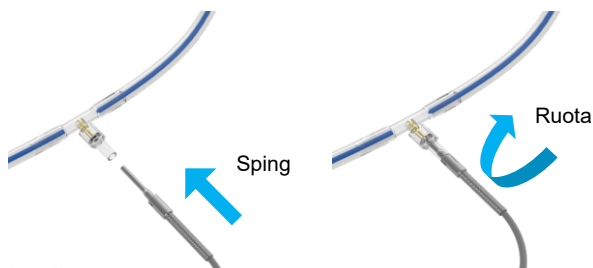

Figura 16 Collegamento del sensore di temperatura al set di perfusione
- Collegare il sensore T2 PV blu alla linea di perfusione PV (Figura 16; si trova all'uscita del serbatoio del fegato).